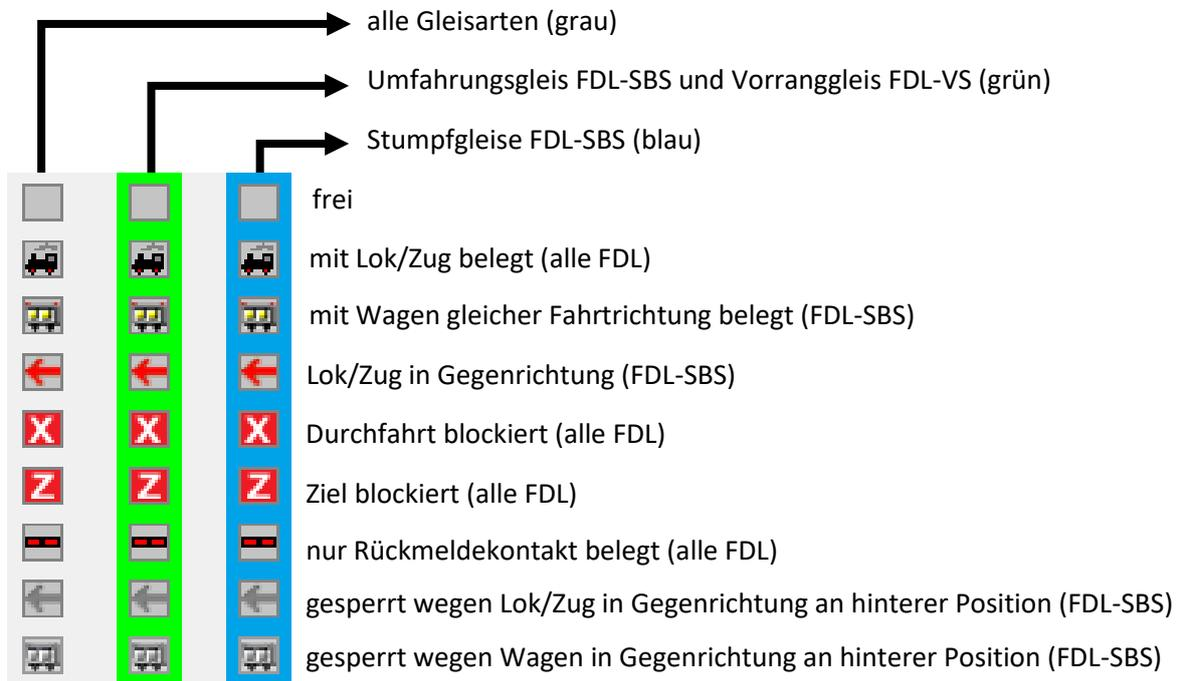

Abb. 13.1
- In der erweiterten Statusanzeige (Spalte 1/2) können je nach FDL-Typ noch weitere grafische Infos zu den ZNF erscheinen (Abb. 13.1):